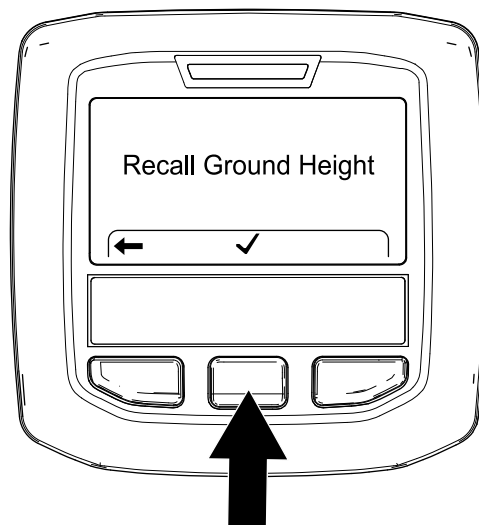

図 114
3. Recall Ground Height 画面 図 114で、インフォセンターの中央ボタンを押す。